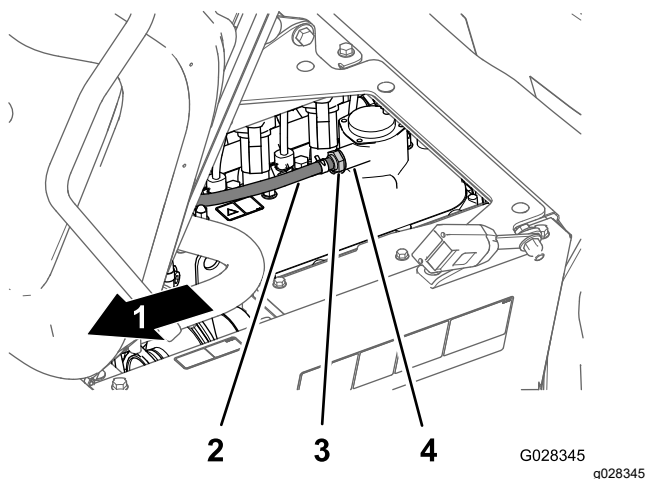

Figure 78
2. Déposez le clapet RGC du raccord sur le couvre-culasse (Figure 78).
Remarque: Si le restricteur interne du clapet RGC cliquète, le clapet est réparable; dans le cas contraire, remplacez le clapet (Figure 78).
4. Insérez le clapet RGC jusqu'à ce qu'il soit complètement engagé dans le joint du raccord du couvre-culasse (Figure 78).